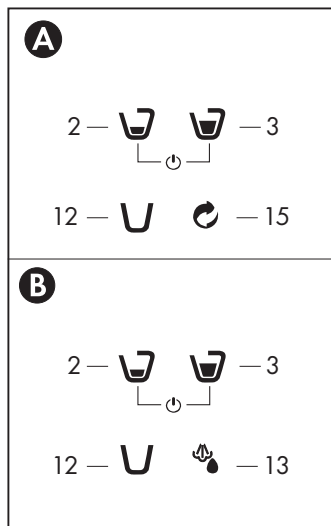

Fig. 5
- Premendo l'interruttore generale (10) posto sul retro si accende la macchina.
- Premendo i simboli (2-3-12) si accende il gruppo desiderato e le icone lampeggeranno ad intermittenza fino al raggiungimento della temperatura; quando i simboli (2-3-12-13-15) si illuminano in modo fisso, la macchina è pronta per l'utilizzo (**Fig. 5**)
Per utilizzare nuovamente la macchina premere un simbolo (2-3) ed attendere il riscaldamento: i simboli di erogazione (2-3-12-13-15) lampeggeranno ad intermittenza, fino al raggiungimento della temperatura; quando i simboli (2-3-12-13-15) si illuminano in modo fisso, la macchina è pronta per l'utilizzo. (**Fig. 5**)
- Controllare che non ci siano capsule all'interno della macchina e che ci sia acqua nei serbatoi (8); accendere la macchina premendo il simbolo (2-3) (**Fig. 5**)